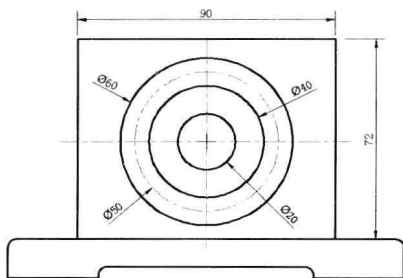

图 11-1-3
(3) 使用“直线”按钮和“圆心、半径”按钮，绘制图形如图 11-1-3 所示。